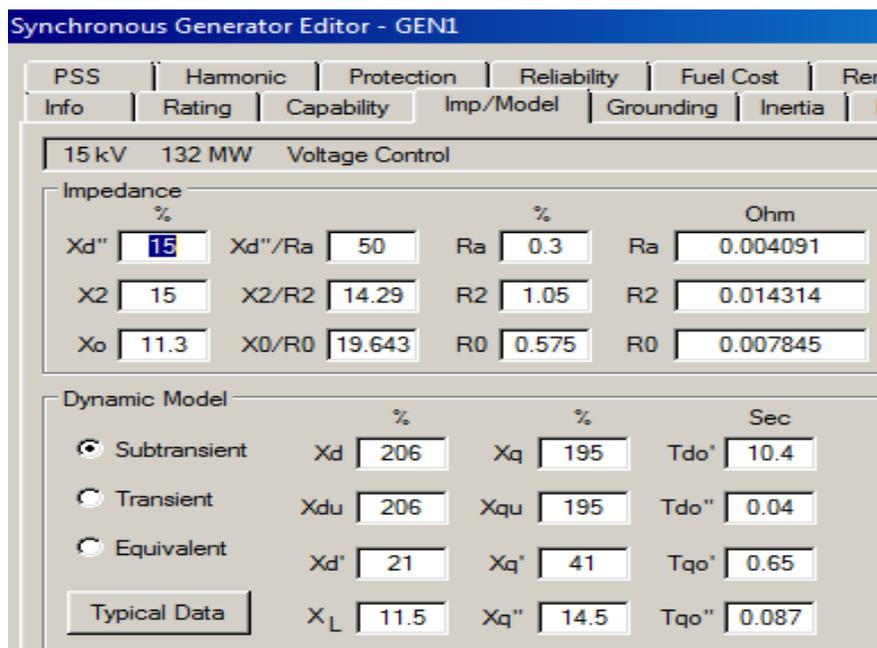

Figure 5
- 9) la f.e.m interne de phase  $E$  en kV et la valeur de l'angle interne  $\delta$  de GEN1 (Figure 5 page 4), réaliser le schéma vectoriel des tensions associées (le vecteur de la tension réseau prise comme référence de phase et la résistance  $R_a$  supposée =0) (2pt)